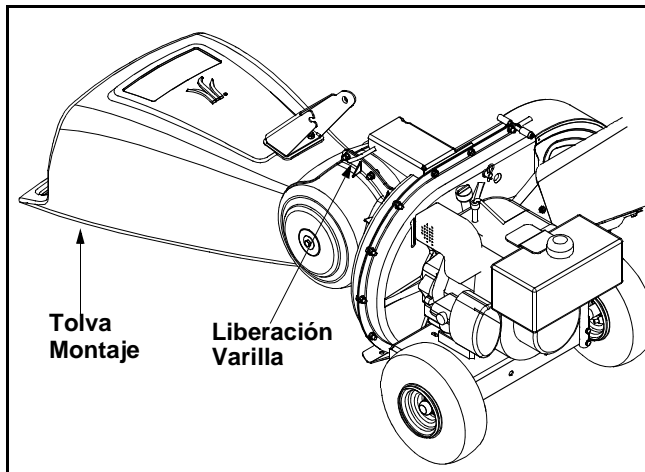

Figura 6
- Con la otra mano tire hacia afuera de la varilla de liberación y baje el montaje de la tolva hasta el piso. Ver Figura 6.